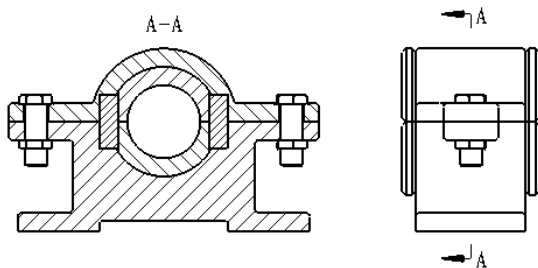

图 4.6.1 装配体的全剖视图
在创建装配体全剖视图时，系统会提示读者选取不剖切的零部件或特征。下面以图 4.6.1 所示的全剖视图为例来说明创建装配体全剖视图的一般操作步骤。
Step5. 放置视图。在“剖面视图”对话框的 文本框中输入视图标号“A”，然后在父视图的左侧放置全剖视图，结果如图 4.6.1 所示。